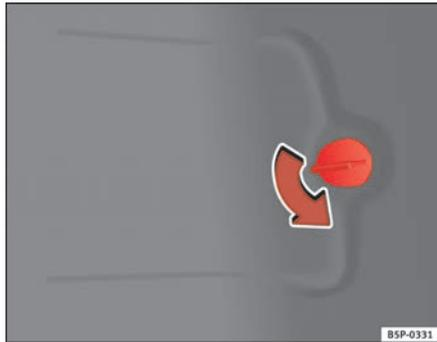

Fig. 187 Feux dans la carrosserie
- Ouvrez le cache du panneau latéral du coffre à bagages ⇒ fig. 187.